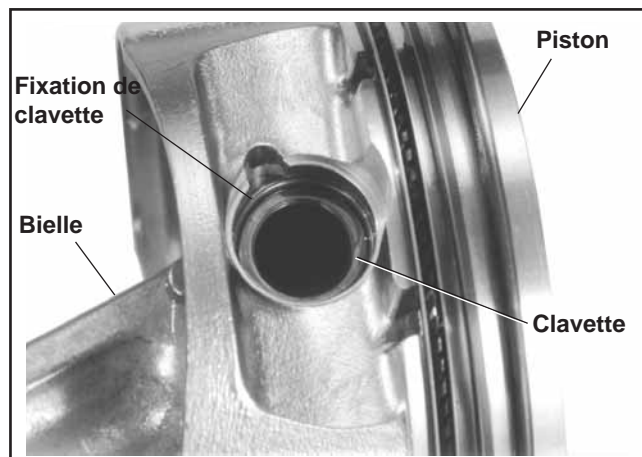

Figure 11-5. Installation du piston à la bielle.
1. Assembler le piston, la bielle, l'axe de piston et les fixations de l'axe de piston. Voir la figure 11-5.